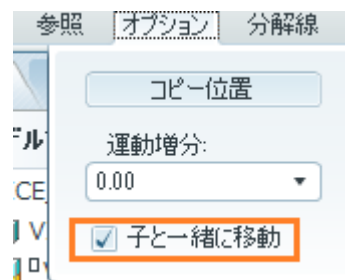

図 9-12 オプションの指定
- ウィンドウが分解編集モードになる。オプションタブをクリックし、「子と一緒に移動」にチェックを入れる(図 9-12)。